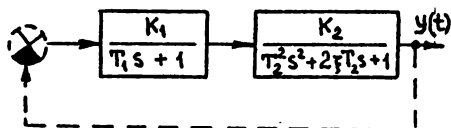

Рис.24
5. Соедините звенья последовательно, как указано на рис.24, и по экспериментальным частотным характеристикам этого соединения предскажите, будет ли система устойчива при охвате ее единичной отрицательной обратной связью (показана пунктиром).